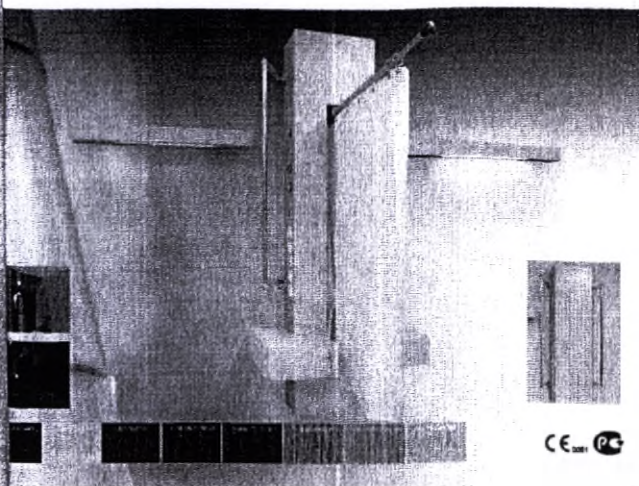

Рисунок 18.
23. Щит медицинский (не более 10 шт.). Для создания личного пространства пациента. (Рисунок 18).